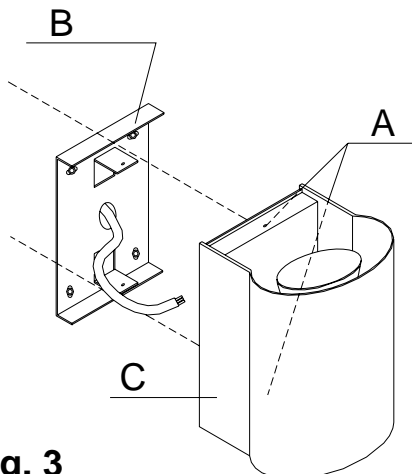

Fig. 3
- Remonter la lampe **C** sur l'étrier mural **B** et serrer les vis **A**. (fig. 3)
- > Rimontare la lampada **C** alla staffa a parete **B** ed avvitare le viti **A**. (fig. 3)
- > Reinstall the lamp **C** to the wall bracket **B** and tighten the screws **A**. (Fig. 3)